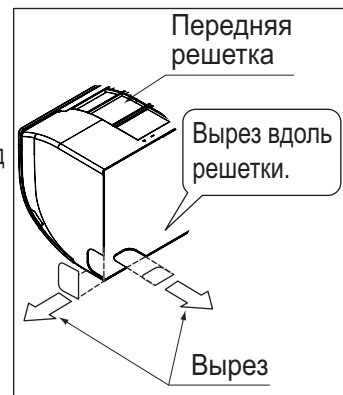

Рис. 4
- Если используются винты крепления для установочной панели (2), прикрепите панель при помощи не менее 4 винтов с каждой стороны (всего 8 винтов (класс 15-32), 9 винтов (класс 40-63)) на рекомендуемую подкладку установки на прилагаемом бумажном шаблоне для монтажа (3).
(3) Если для трубопровода используется положение слева, снизу слева, справа или сверху справа, сделайте сквозное отверстие для трубопровода в передней решетке. (См. рис. 4)